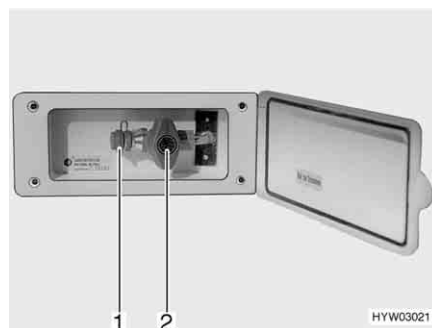

Bild 108 Extern gasanslutning, gasavstängningsventilen stängd
Den externa gasanslutningen (Bild 108) befinner sig, beroende på modell, på fordonets bakdel eller på fordonets vänstra resp. högra sida.
- Anslut den externa gasapparaten till anslutningar (Bild 108,1).
- Öppna gasavstängningsventilen (Bild 108,2).